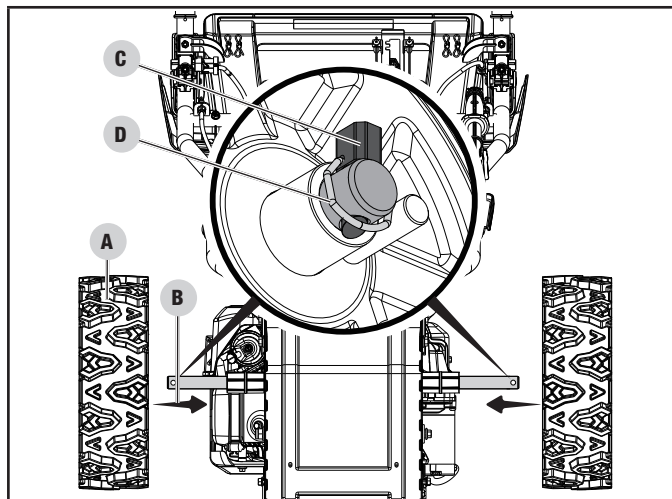

Figure 5
Appliquez de la graisse antigrippante sur l'essieu de roue. Appliquez de la graisse antigrippage dans le diamètre intérieur du moyeu de roue. Glissez la roue (A) sur l'essieu (B). Placez la goupille d'essieu (C) dans l'essieu. Une fois inséré, fixez l'anneau (D) en place autour de l'essieu (fig. 5).